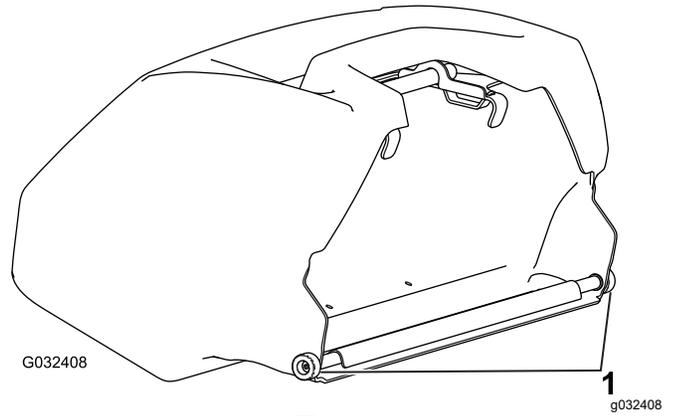

图 5
**重要事项** 如果集草斗掉下来请检查集草斗凸缘附近的旋转臂接触点是否损坏 图 5。使用集草斗前、请把它们调直。旋转臂接触点弯曲的情况下使用集草斗可能会导致集草斗与滚刀组之间的触点发出刺耳的噪音和/或损坏集草斗与滚刀组。